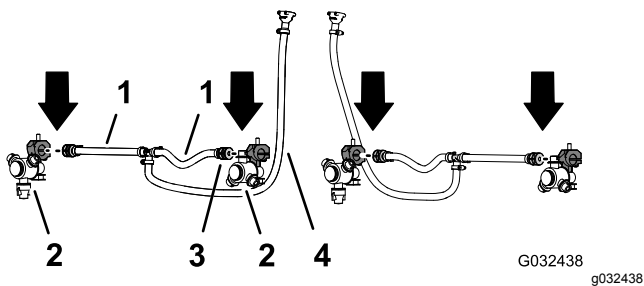

Figura 81
- Localice el orificio en el lateral del conector de manguera de dentado simple, al final de la manguera de 25 cm (válvula de fumigación 5 o 6) de la sección de brazo central (Figura 80 y Figura 81).
5. Repita los pasos 2 a 4 con los conectores de manguera de dentado simple del otro conjunto de mangueras (válvula del fumigador 5 o 6) de la sección de brazo central (Figura 80 y Figura 81).